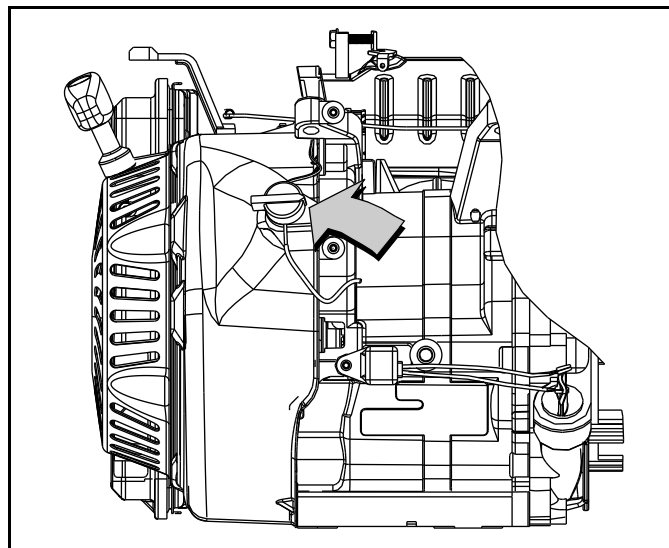

Figure 3-11. Commutateur de marche et d'arrêt du moteur (moteur à démarrage manuel seulement)
4. Placez le commutateur de marche et d'arrêt du moteur à la position RUN (marche). Voir Figure 3-11.